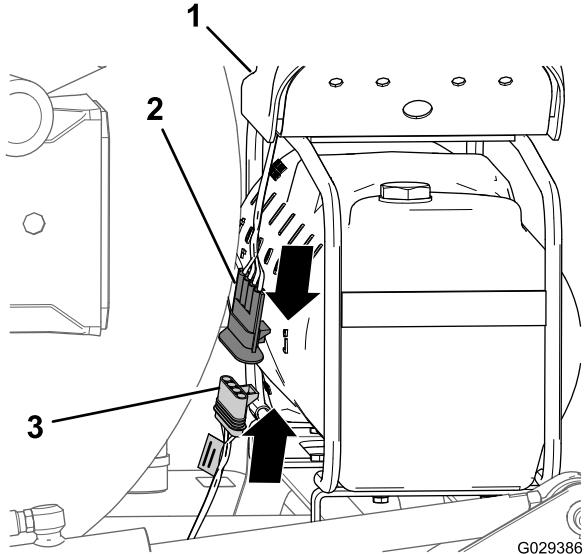

Figure 17
- À l'extrémité de la branche de 236 cm du faisceau, alignez le connecteur à 4 douilles du faisceau du kit de finition et le connecteur à 4 broches du faisceau du compresseur (Figure 17).
- Insérez le connecteur à 4 broches dans le connecteur à 4 douilles (Figure 17).